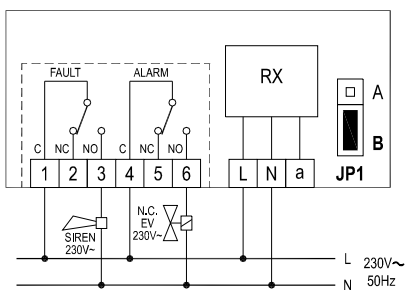

Fig. 11
La logica inversa permette di avere un sistema con sicurezza positiva, cioè in caso di mancanza di energia elettrica o guasto del ricevitore, l'uscita del relè di allarme assume la condizione di allarme. In questo caso, è necessario collegare un'elettrovalvola di tipo N.C. al morsetto di uscita 6 (NO), in quanto l'inversione della logica di funzionamento viene realizzata dal jumper JP1 (Vedere lo schema di collegamento di Fig. 11 o 12).